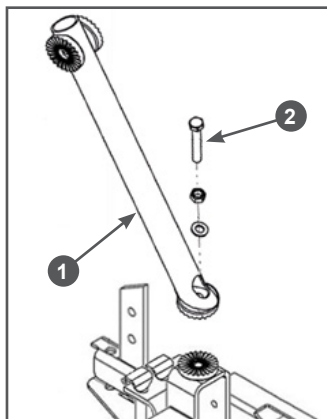

Рис. 6 Установка стойки рукояток управления
6. Установите стойку 1 рукояток управления на мотокультиватор (Рис. 6). Совместите отверстия в кронштейне и стойке и закрепите болт 2 крепления стойки.